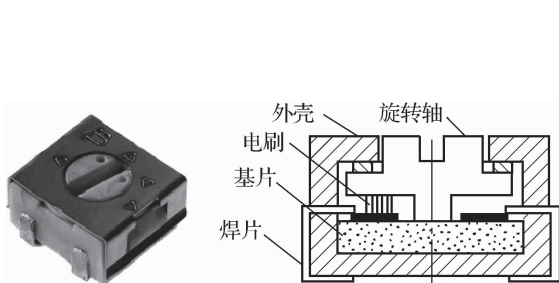

图 1-29 防尘式电位器的结构
(2) 防尘式结构。防尘式电位器的结构如图 1-29 所示。这种电位器有外壳或护罩，灰尘和潮气不易进入产品，性能好，多用于高性能电子整机和高档消费类电子产品中。